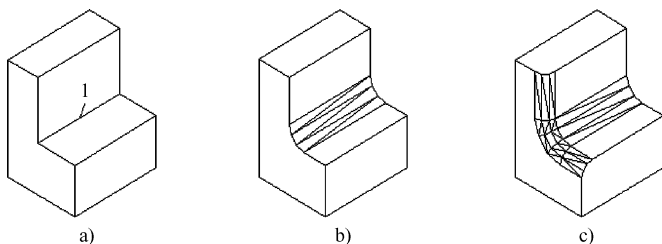

图 12-58 对模型棱边倒圆角
选择“链 (C)”选项, 表示与此边相邻的边都被选中并进行倒圆角的操作。图 12-58 所示为对模型棱边倒圆角的结果。